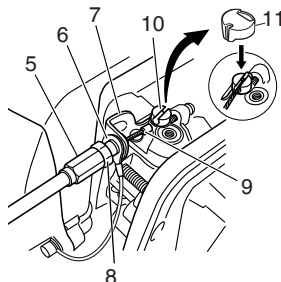

Fig. 5
Connectez l'extrémité du câble de commande des gaz (9) au carburateur (10) et installez le chapeau tournant (11) (le cas échéant) qui se trouve dans la trousse à outils sur le pivot (10) (Fig. 5)